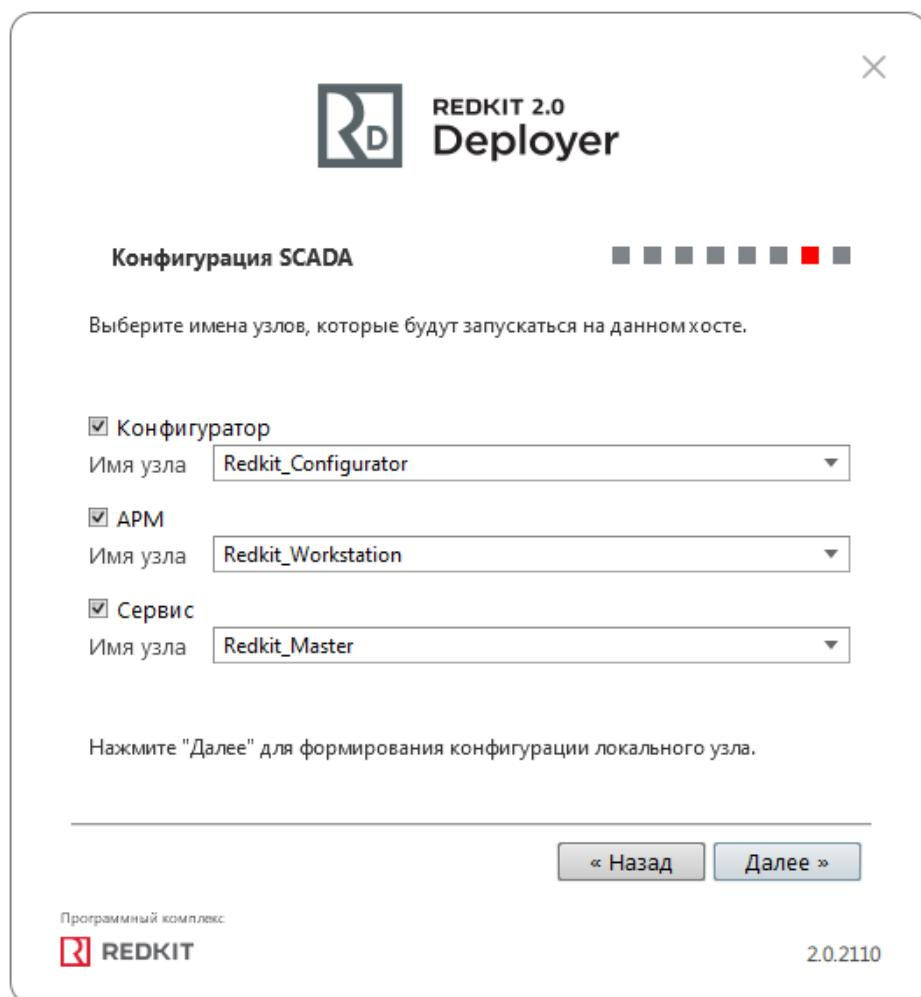

Рисунок 30 - Узлы
15. Оставьте имена узлов по умолчанию и нажмите "Далее" (Рисунок 30).